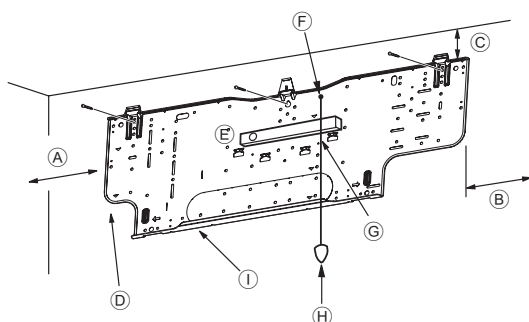
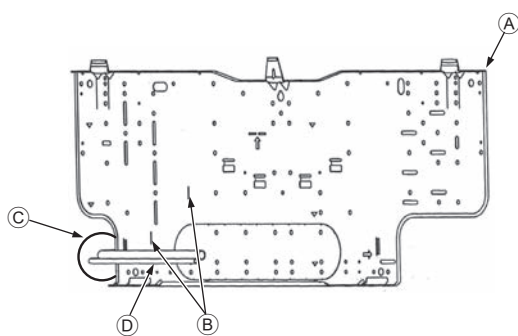

Fig. 3-4
Fig. 3-5
■ PKFY-P-VHM-E (Fig. 3-4)
- Ⓒ Tornillos de fijación (4 × 35) ②
- Ⓘ Placa de montaje ①
3.3. Cuando coloque los tubos en la pared (Fig. 3-5)
- Ⓐ Placa de montaje ①